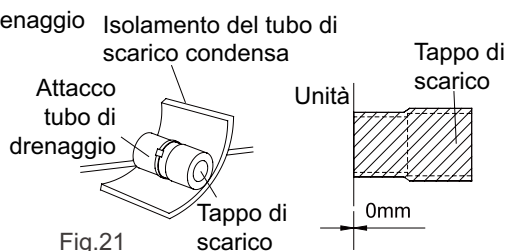

Fig.21
10. Anche l'attacco di scarico non utilizzato deve essere adeguatamente isolato (Fig.21).